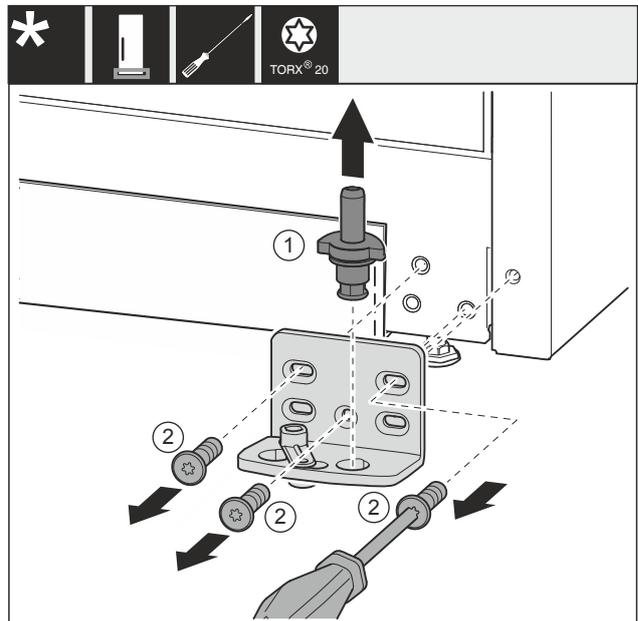

Fig. 33 *
- ▶ Lagerbolzen Fig. 33 (1) komplett nach oben herausziehen.*
- ▶ Schrauben Fig. 33 (2) mit Schraubendreher herausdrehen und Lagerbock abnehmen.*